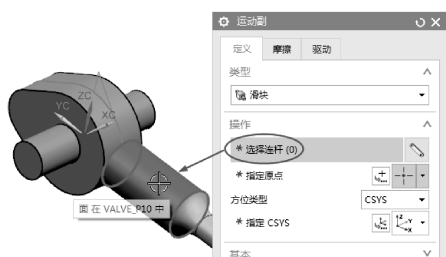

图 8-54 选择顶杆部件为滑动副的几何模型
- 10 接着在【运动副】对话框中选择【滑块】类型，并选择顶杆部件为连杆，如图 8-54 所示。